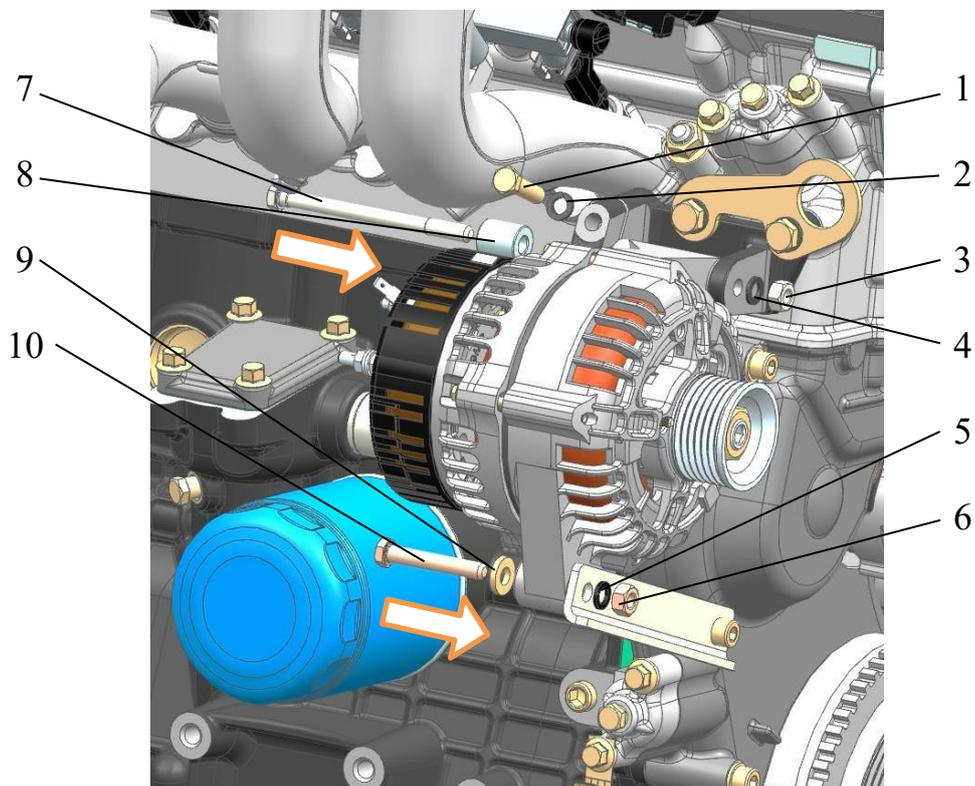

Рис.188. Установка генератора:
– надеть на болт 7 (рис.188) крепления генератора втулку 8 крепления генератора.